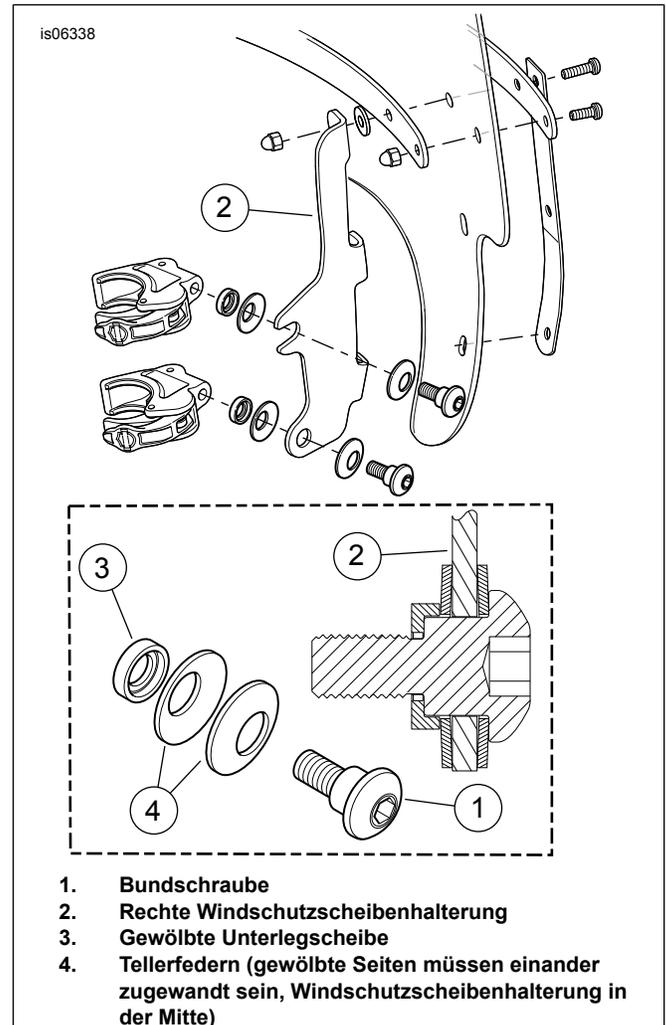

Abbildung 1. Windschutzscheiben-Montageklemmen (rechte Seite dargestellt)
- Die Schellenbaugruppen lose in der in Abbildung 1 dargestellten Reihenfolge an den Windschutzscheiben-Befestigungshalterungen montieren.